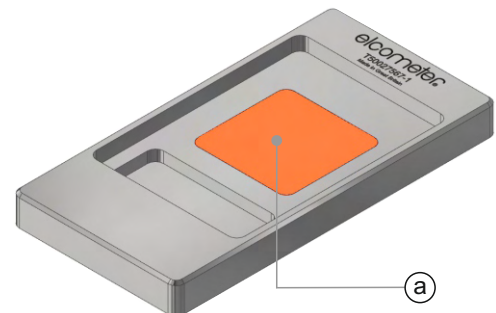

Figura 22
- 2 Llene por completo la cámara de muestra (a) con el revestimiento a comprobar, asegurándose de que haya un ligero abultamiento (Figura 22).